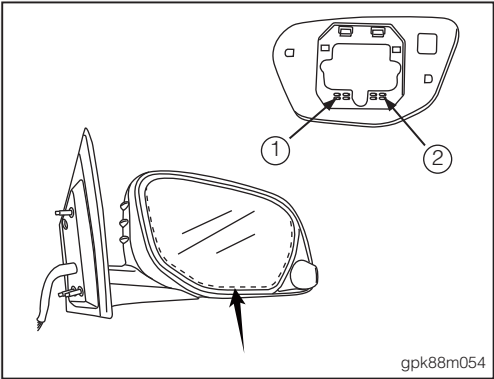

图 6
- 4. 由车门后视镜片下方，依固定扣①、②位置将车门后视镜片拆下 ( 如图 6)。